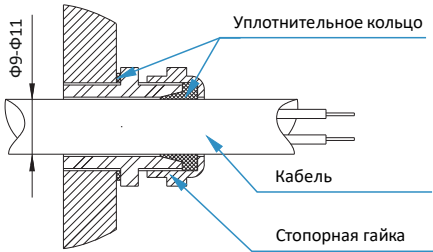

Рис. 2
- Наружный диаметр кабеля должен составлять Ø9- Ø11, см. Рис. 2. Запрещается применение кабеля, не соответствующего по внутреннему диаметру кабельного ввода. В противном случае, вода может поступать в электропривод через кабельный ввод, что вызывает повреждения деталей внутри электропривода.